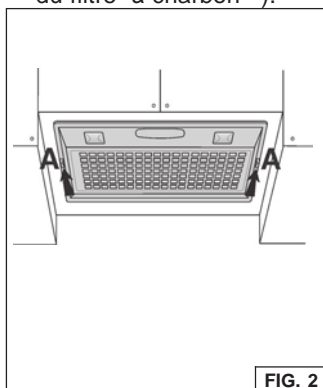
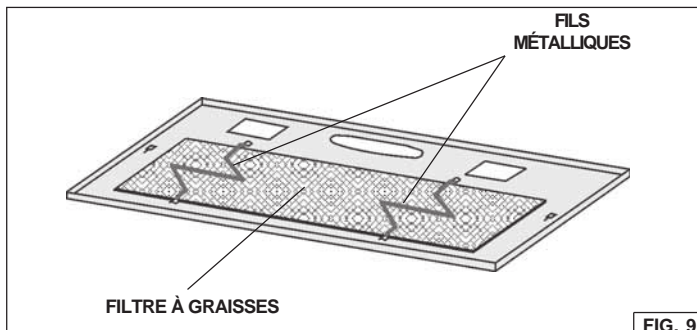

FIG. 2
FIG. 9
1. Retirer la grille en faisant glisser les deux loquets latéraux « A » (Fig. 2).
1. Enlever les fils métalliques (Fig. 9) et s'en débarrasser.
Pour enlever le filtre à graisses, faire glisser les deux (2) loquets latéraux « A » (Fig. 2) et retirer la grille; puis enlever les fils métalliques et le filtre à graisses (Fig. 9).
1. Retirer la grille en glissant les deux loquets latéraux « A » (Fig. 2).